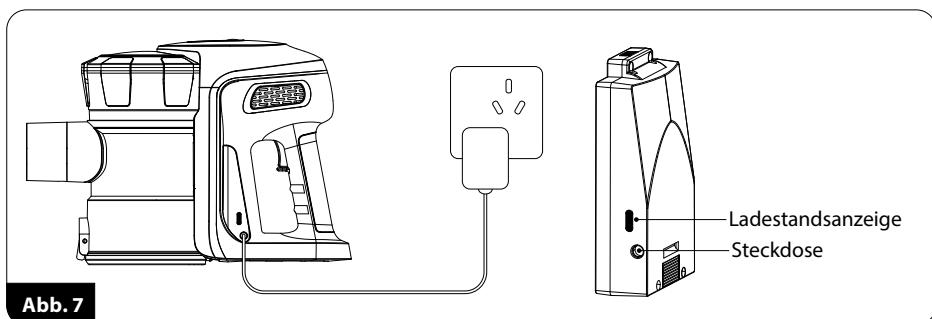

Abb. 7
2. Das Ladekabel (25) an die Ladebuchse (6) anschließen und das Ladegerät an die Steckdose (Abb. 7) - die Ladestandsanzeige (7) leuchtet rot auf, was den Ladevorgang anzeigen.